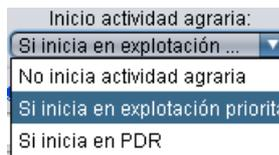

Fig. 129
- **Inicio actividad agraria:** en este desplegable se marca si se inicia actividad agraria en explotación prioritaria o si inicia en PDR (Fig. 129).